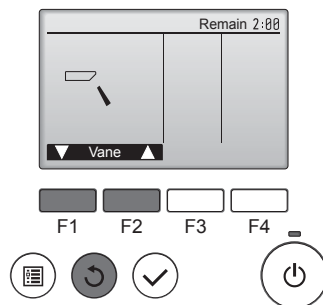

Fig. 7-6
- ① Verifique a palheta automática com os botões **[F1]** **[F2]**. (Fig. 7-6)
- ② Prima o botão **[↺]** para regressar ao ecrã "Test run" (Operação Testar funcionamento).
- ③ Prima o botão **[⏻]**.